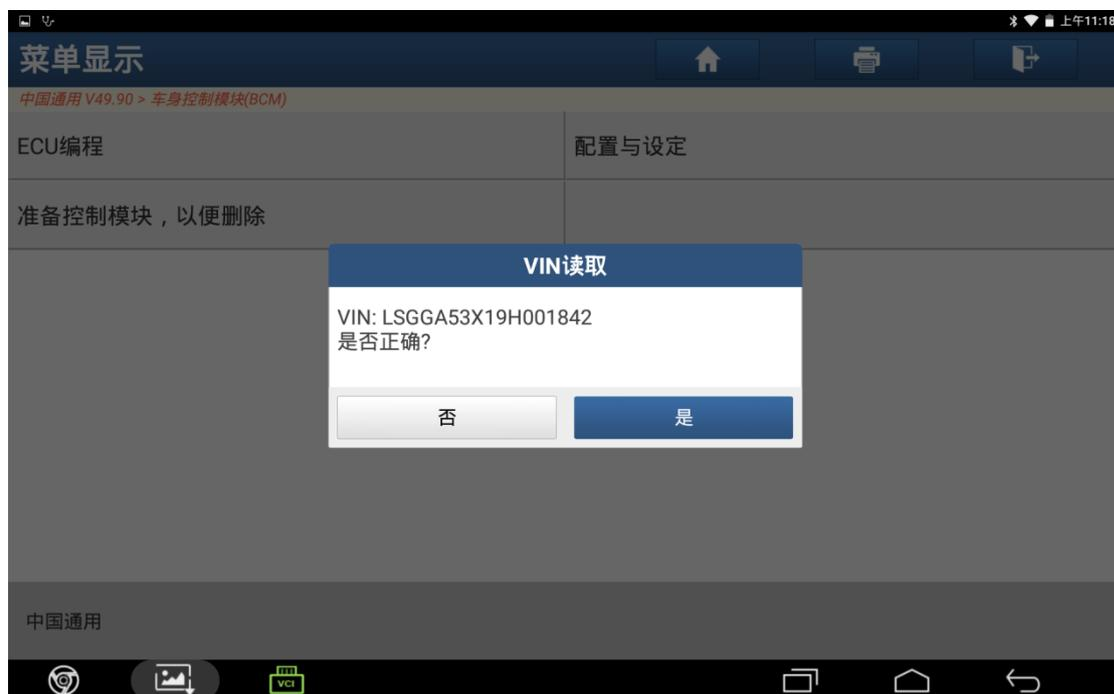

图 17
- 17). 确认 VIN 码, 正确点击“是”, 错误点击“否”, 如图 17;